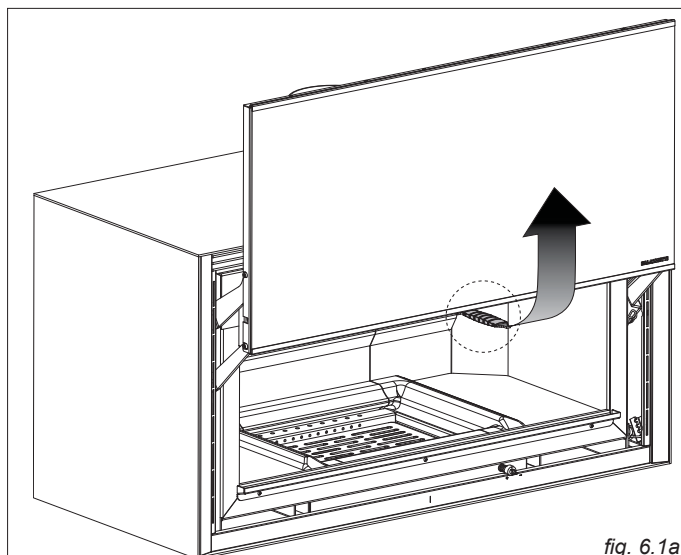

fig. 6.1a
- **IKI 16:9 und IKI Square:** stecken Sie den mitgelieferten Schlüssel in der zentralen Haken der Tür (Bild 6.1a.), Und ziehen Sie sie zu sich hin.